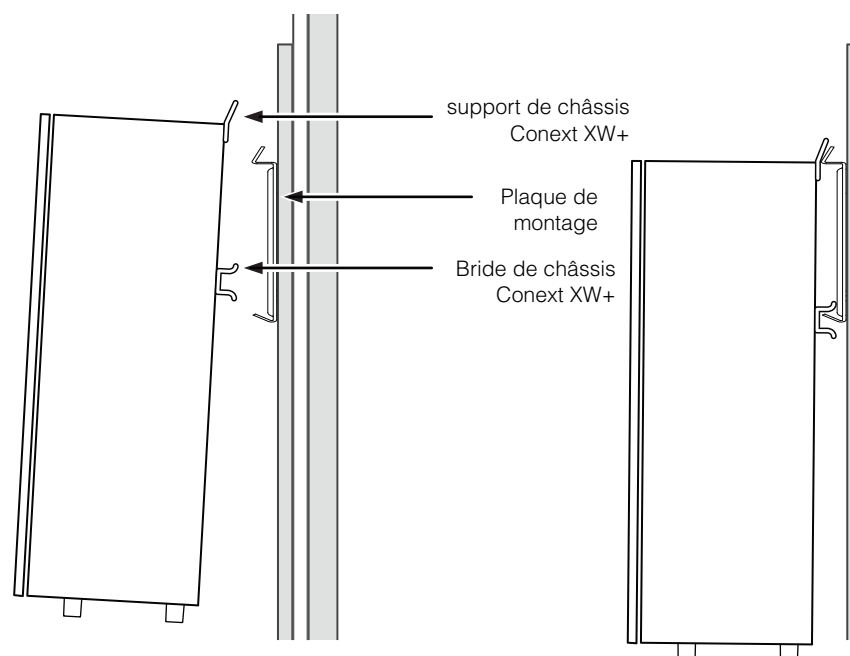

Figure 2-6 Montage mural du Conext XW+
1. Aligner la bride à l'arrière du châssis Conext XW+ sur le bord inférieur de la plaque de montage, comme dans la Figure 2-6.